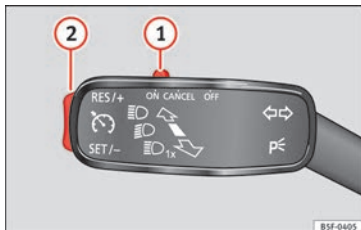

Bild 48 Till vänster om rattstängens: Knappar och reglage för användning av farthållarsystemet
- Slå på farthållarsystemet Flytta reglaget » **bild 48** ① till **ON**. Systemet är på. Om ingen hastighet har programmerats in kommer systemet inte att kontrollera det.
- Aktivera farthållarsystemet: Tryck på knappen » **bild 48** ② i **SET/-**-området. Den nuvarande hastigheten memoreras och regleras.
- Stänga av farthållarsystemet tillfälligt: För reglaget » **bild 48** ① till **CANCEL** eller tryck ner bromspedalen. Farthållarsystemet stängs av tillfälligt.
- Återaktivera farthållarsystemet: Tryck på knappen » **bild 48** ② **RES/+**. Den memoriserade hastigheten sparas och kontrolleras igen.
- Öka den sparade hastigheten under CCS-reglering: tryck på knappen ② i **RES/+**. Bilen
• Minska den sparade hastigheten under CCS-reglering: tryck på knappen ② i **SET/-** för att minska hastigheten med 1 km/h. Hastigheten reduceras tills den nya sparade hastigheten nås.
• Stänga av farthållaren: Flytta reglaget » **bild 48** ① till **OFF**. Systemet kopplas från och den memorerade hastigheten raderas.